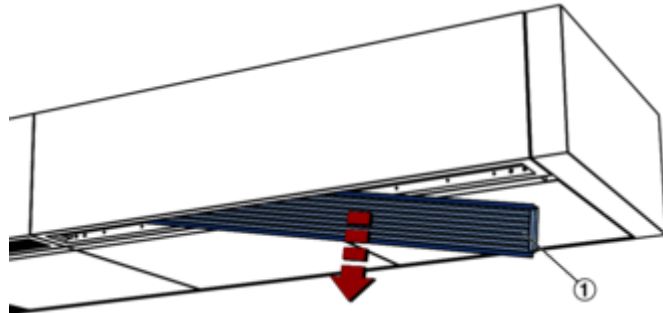

Abb. 85: Zuluftgitter demontieren
2. ▶ Zuluftgitter (Abb. 85/1) etwas anheben, drehen und herausnehmen. Für die spätere Montage sicher lagern.